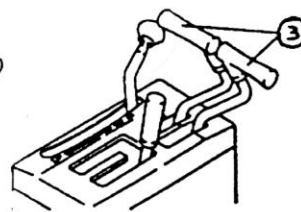

Рис. 1-9.
3) Рычаг рулевого управления (3) (Рис. 1-9)